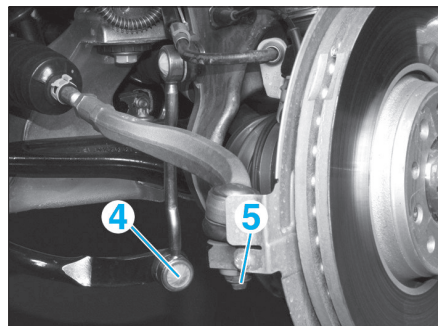

Fig. 7
- la biellette (4) de barre stabilisatrice (Fig.7),
- l'écrou (5) de rotule de direction.